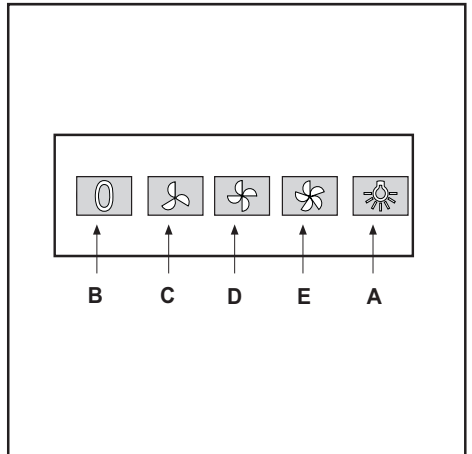

Fig.5
• **COMMANDES:** (Fig.5) **Mécaniques** les symboles sont les suivants: